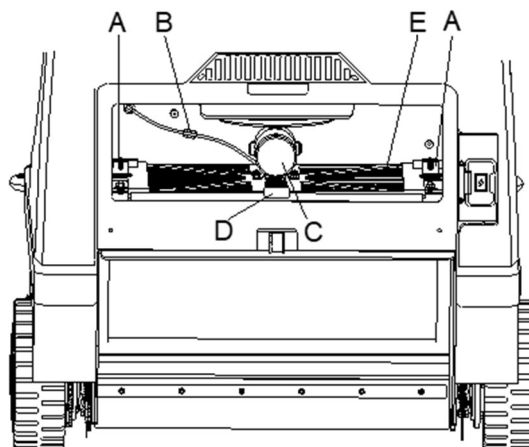

Figura 31
7. Svitare le manopole (A, Figura 31).
8. Scollegare il connettore del motore scuotifiltro (C, Figura 31) (B, Figura 31).
9. Rimuovere il telaio di fissaggio del filtro antipolvere (D, Figura 31).
10. Rimuovere il filtro antipolvere (E, Figura 31).
- Installare il filtro (E, Figura 31) con la reticella (B, Figura 32) rivolta verso l'alto.